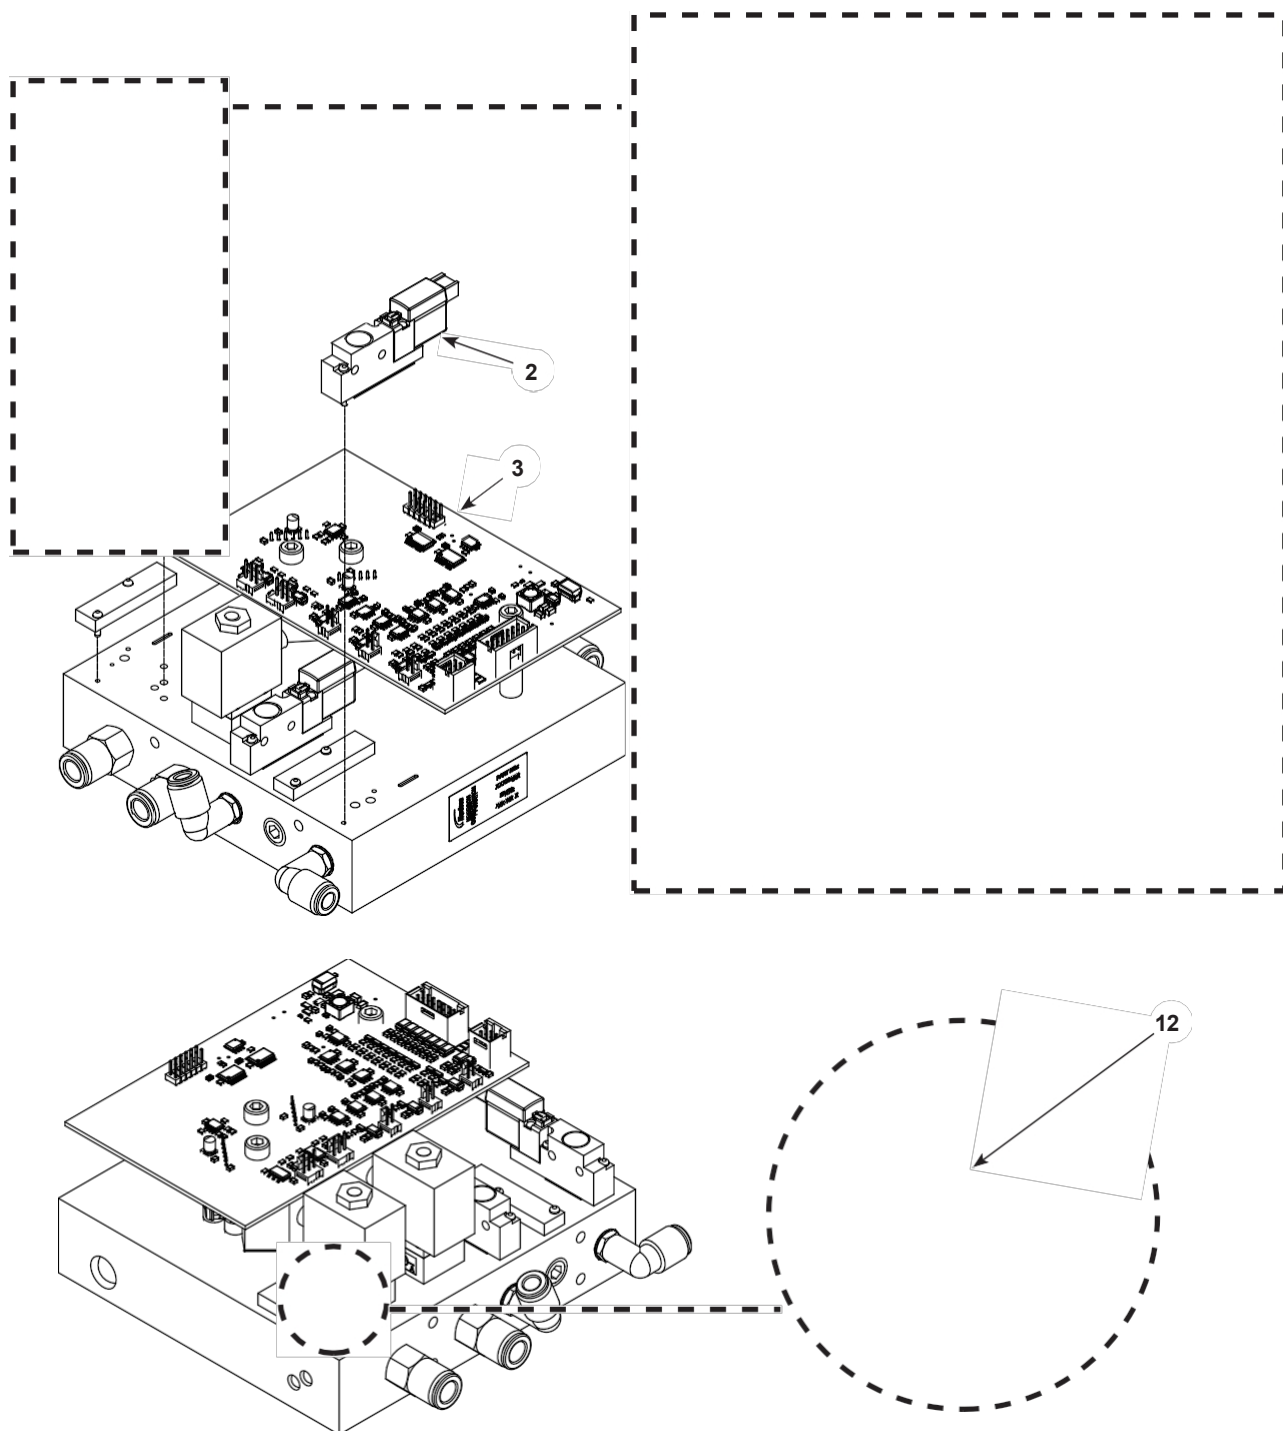

Figura 7-5 Reparación del módulo iFlow –Sustitución de la válvula solenoide y limpieza o sustitución de la válvula proporcional
Véase la figura 7-5. Para desmontar las electroválvulas (2), retire los dos tornillos del cuerpo de la válvula y levante la válvula del colector.
Véase la Figura 7-5. Un suministro de aire sucio puede provocar un mal funcionamiento de la válvula proporcional (1).
8. Fije el cuerpo de la válvula al colector con los tornillos largos, asegurándose de que la calcomanía (12) se orienta como se muestra en la Figura 7-5.
Véase la figura 7-5. Si la limpieza de la válvula proporcional (1) no corrige el problema de caudal, sustituya la válvula. Antes de instalar una nueva, retire la cubierta protectora de la parte inferior del cuerpo de la válvula. Tenga cuidado de no perder las juntas tóricas situadas debajo de la tapa.